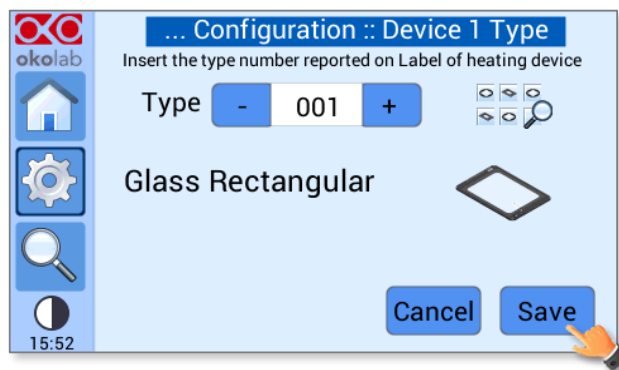

Figure 20. Confirmation de la sélection.
- 3 Appuyez sur le bouton *Save* (Enregistrer) pour confirmer ou sur le bouton *Cancel* pour annuler (voir Figure 20).